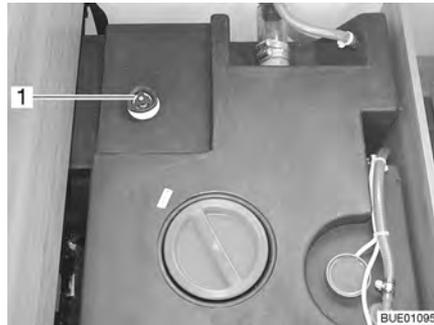

Fig. 203 Réservoir d'eau avec poignée tournante
- Faire tourner la poignée tournante (Fig. 203,1) du réservoir d'eau à fond dans le sens contraire des aiguilles d'une montre au-delà de la résistance pour ouvrir entièrement l'ouverture d'écoulement.